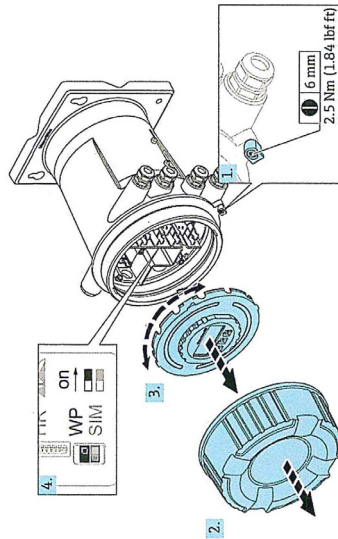

Abbildung 12: Versiegelung durch Umliegen des Eichschalters
Die elektronische Versiegelung des Tank Side Monitors NRF81 erfolgt über den in Abbildung 12 gekennzeichneten Schreibschutz-Schalter (WP).